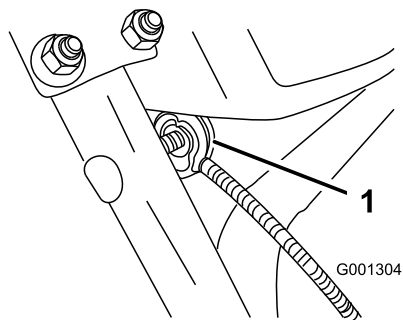

Figure 7
3. Retirez l'écrou et la rondelle du guidon, fixez le serre-câble sur le câble et le guidon, remettez la rondelle et l'écrou, et serrez l'écrou à la main (Figure 7).